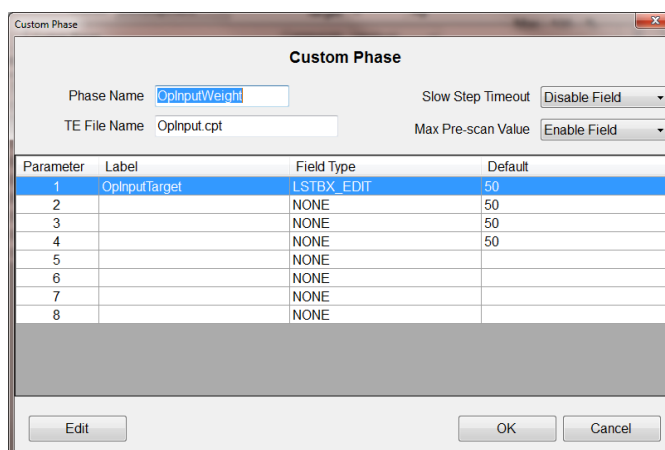

Figura 15-28: Pantalla para editar fase personalizada
- Habilita o inhabilita el campo "Slow Step Timeout" (Tmpto venc paso lento) en la pantalla de fase personalizada (Figura 15-28).
- Habilita o inhabilita el campo del valor “Max Pre-scan” (Escaneo preliminar de receta máx.) en la pantalla de fase personalizada (Figura 15-28). Este valor puede usarse para prevenir que el resultado del cálculo cause una sobrecarga en la báscula o un derrame del recipiente. Se debe definir un valor “Escaneo preliminar de receta máx.” cuando se use una variable como el peso objetivo, de modo que este campo está **Enabled (Habilitado)**.
La Figura 15-28 también muestra una lista de ocho parámetros que pueden usarse para transferir datos entre el programa TaskExpert y la receta. La receta en el ejemplo usará uno de éstos, definido en el tipo de campo **LSTBX_EDIT** (Editar cuadro de lista). La pantalla muestra las variables de lote definidas en la pestaña Variables de la pantalla de configuración de recetas, la cual usa la fase personalizada para transferir datos. El campo “Editar cuadro de lista” también permite al usuario ingresar su propio texto numérico o alfanumérico. Este parámetro permite al usuario transferir información de una variable de lote al programa TaskExpert de manera que pueda realizar cálculos, y luego devolver los datos resultantes a la receta.